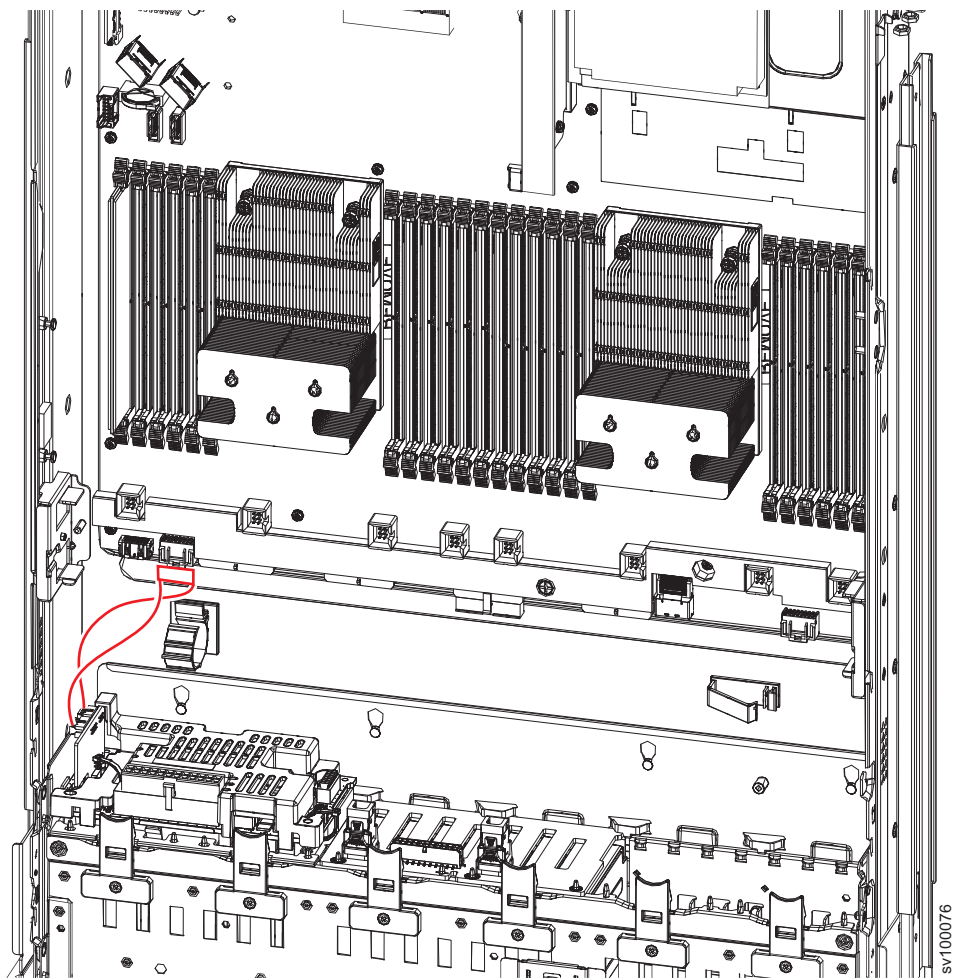

図 100. 2145-SV1 バッテリー・バックプレーン電源センス・ケーブル
4. 124 ページの図 100 に示すように、バッテリー・バックプレーンとメイン・ボードとの間の電源セン ス・ケーブルを取り外します。